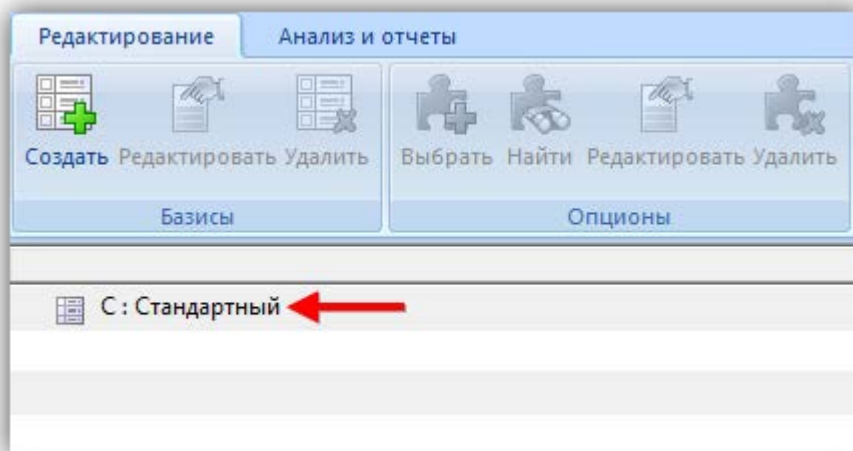

Рис. 10-170 – Созданный базис в окне редактора
- 1) В левом окне редактора конфигурационных базисов нажать кнопку «Создать» панели «Базисы» на вкладке «Редактирование». После этого появится окно «Конфигурационный базис» (рис. 10-170).
- 2) После этого откроется окно свойств конфигурационного базиса, приведенное на рис. 10-170.